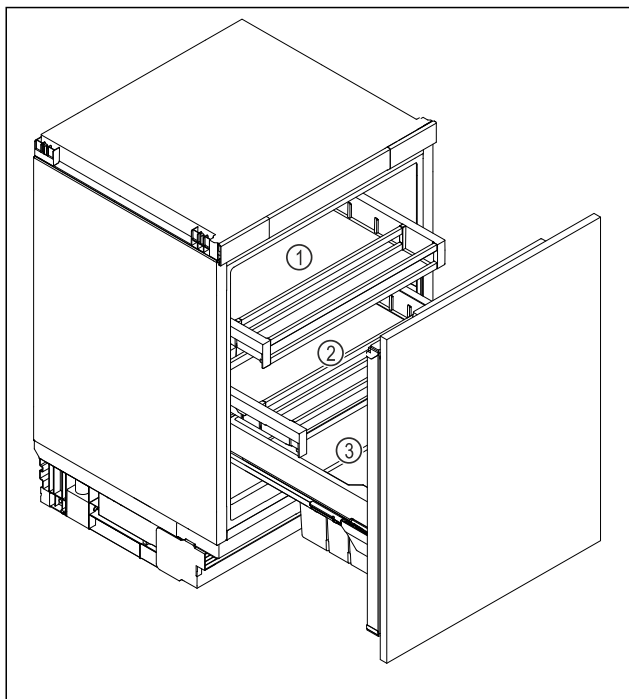

Fig. 6 Príkladné zobrazenie
- Horná zásuvka Fig. 6 (1): Skladujte maslo, syr, konzervy a tuby.
- Dolná zásuvka Fig. 6 (2): Skladujte ľahko sa kaziace potraviny, ako sú hotové jedlá, ryby, mäsové a salámové výrobky.
- Box na ovocie a zeleninu Fig. 6 (3): Skladujte zabalené ovocie a zeleninu.
- Priestor na nápoje Fig. 6 (3): Skladujte jednotlivé fľaše.